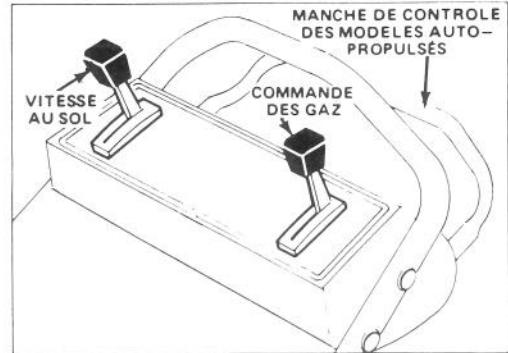
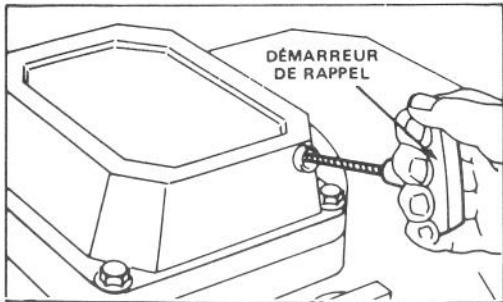

Figure 6
Figure 7
1. COMMANDES – La commande des gaz, le contrôle de vitesse au sol et la barre de commande d'auto-propulsion se trouvent sur le mancheron supérieur (Fig. 6). Le démarreur manual se trouve sur le dessus du moteur (Fig. 7).
2. Branchez le câble de haute tension dans la bougie et, placez le contrôle de vitesse au sol en position "N" (Fig. 6).
3. DAMARRAGE MANUEL – Placez la commande des gaz en position ETRANGLEUR (CHOKE). Assurer sa position et maintenir fermement la tondeuse en plaçant le pied sur le côté supérieur gauche du carter à l'endroit indiqué "PLACE FOOT HERE WHEN STARTING" (placer le pied ici pour le démarrage). Tirez le démarreur manuel monté sur le moteur (Fig. 7) et réglez la commande des gaz selon le besoin quand le moteur démarre.
4. VITESSE AU SOL (Fig. 6) – Placer la commande de vitesse au sol sur le réglage désiré. Les chiffres "1", "2" et "3" correspondent respectivement à une marche lente, moyenne et rapide. Placer la barre de commande sur "N" pour tailler les bordures ou lorsque la tondeuse n'est pas utilisée.
6. ARRET (Fig. 6) – Relâchez la barre de commande pour arrêter l'entraînement de traction et la lame. Placez le contrôle de vitesse au sol en position "N". Pour arrêter le moteur, placez